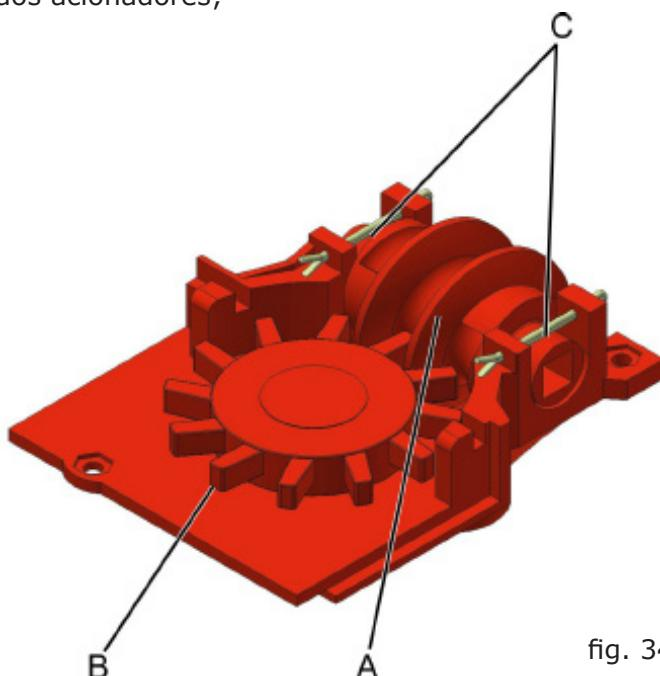

fig. 34
- Para a retirada dos acionadores sem-fim (A) (fig. 34), será necessário que seja retirado o grampos de fixação do eixo motor dos acionadores que está posicionado no mesmo lado da engrenagem movida do reservatório de fertilizante. Após ser destravado o eixo retire a corrente da transmissão e puxe a roda dentada, puxando o eixo motriz dos acionadores;
- Destrave os rotores (B) retirando o contra-pino (C) que está fixado na placa distribuidora de fertilizante;
- Após retire os acionadores que desejar (A). Caso seja apenas manutenção faça a limpeza dos componentes do sistema, lubrifique-os e monte-os novamente.